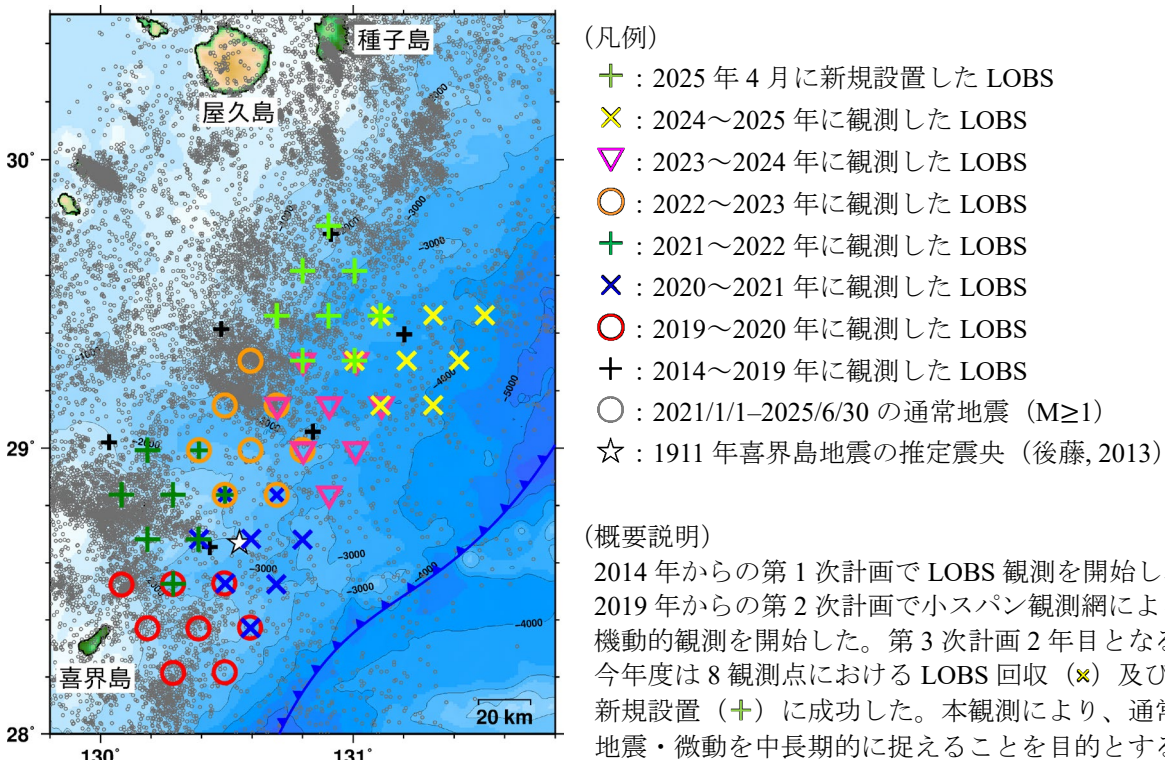

図1. LOBS配置と過去の地震の震央分布
建議課題で対象とする南西諸島北部域では、フィリピン海プレートが陸側プレート下に沈み込み、多様な断層すべり現象が確認されている。当該領域の定常地震観測点は島嶼部に限られるため、遠く離れた海底下の地震学的情報を得るには、海底地震観測が極めて有効かつ不可欠である。2019年から観測所が5か年推進した観測研究によって、1911年喜界島近海地震(マグニチュード(M) 8.0)の推定震央周辺領域を含む奄美大島北東～東方沖のプレート境界浅部において、通常の地震に比べゆっくりとした断層すべりである微動の詳細な時空間分布を得ることができた。その結果、通常の微小地震活動と浅部微動との時空間的關係が議論できるようになり、プレート境界深度に対応した両者の空間的な棲み分けや微動エピソードに先行する微小地震の震源移動が明らかになった。現行計画では、こうしたプレート間すべり特性の海溝軸に沿う方向の連続性・地域性を明らかにすることを目的として、種子島南東海域の南から北へ年次的かつ機動的に観測網を展開している(図1)。現行計画のこれまでの成果により、浅部微動の空間的不均質性、マイグレーションを伴うエピソード、及び2024年8月8日に日向灘で発生したM7.1の地震後の活発化が確認されている。なお、長崎丸による観測航海は、宮崎公立大学・東京海洋大学・東京大学地震研究所・九州大学・京都大学防災研究所との共同研究・共同利用の一環である。